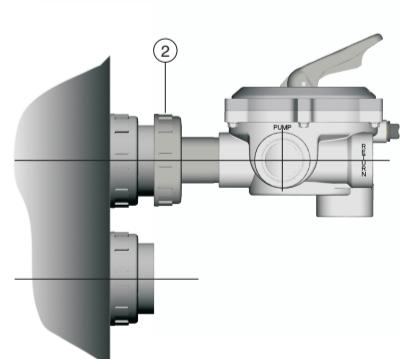
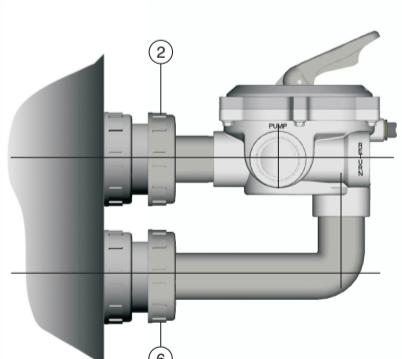

Fig. 2
Fig. 4
- Avvitare dolcemente la flangia (6) e fissare fortemente la flangia (2) (vedi fig. 4) in modo da ottenere il perfetto allineamento della valvola. Smontare la flangia (6) e il gomito (5) e pulire le superfici da incollare, con solvente. Utilizzare collante per ABS. Applicare il collante sia sul gomito sia nel corrispondente foro della valvola. Posizionate, di nuovo (vedi fig. 4), serrando la flangia (6), la valvola, lasciando che indurisca per almeno due ore prima di far funzionare l'impianto.
2. Das Ventil mit der Mutter (2) auf den oberen Filteranschluss leicht aufzuschrauben, so dass das Ventil auf der Achse der Mutter verdreht werden kann, s. Abb. 2. Sicherstellen, dass der O-Ring (4) im Dichtungssitz anliegt, bevor die Mutter (2) festgezogen wird.
4. Mutter (6) leicht andrehen und Mutter (2) fest anziehen gem. Abb. 4, so dass das Ventil perfekt in Linie ist. Mutter (6) und Knie (5) wieder abmontieren und die Klebezonen mit einem Lösemittel reinigen. Einen ABS Kleber auf das Knie und das Ventil auftragen. Beide Teile wieder gem. Abb. 4 befestigen und Mutter (6) fest andrehen. Vor inbetriebnahme 2 Stunden trocknen lassen.
- Roscar o colarinho (1) directamente na válvula selectora e na boca marcada com TOP colocando a junta plana de fundo (3) e intercalando a porca (2) de acordo com a figura (1). Apertar bem o colarinho (1) para garantir uma perfeita estanqueidade.
- Unir a válvula à saída superior do filtro, rosando suavemente a porca (2), de forma a que a válvula possa girar sobre o eixo de porca, de acordo com a fig. 2. Certifique-se de ter colocado a junta tórica (4) no seu lugar, antes de apertar a porca (2).